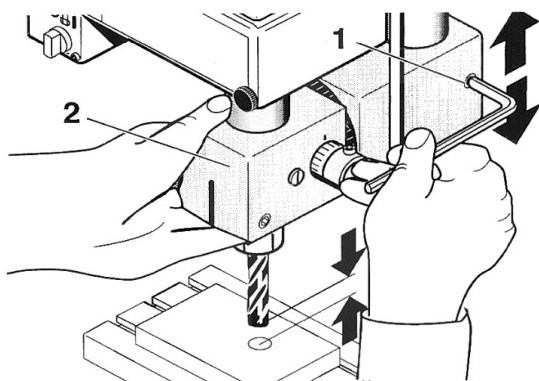

Fig. 11
1. Ausleger 2 (Fig. 11) mit der Hand unterstützen, damit er nicht nach unten rutscht, und dabei die Klemmschraube (1) lösen.
3. Klemmschraube (1) wieder fest anziehen.
1. Support the drill head 2 (Fig. 11) with your hand to prevent it from sliding down and loosen the clamping screw (1).
3. Retighten the clamping screw (1).
1. Tenir la tête 2 (fig. 11) avec la main pour empêcher qu'elle ne chute et desserrer la vis de blocage (1).
3. Resserrer la vis de blocage (1).
1. Tenere il braccio 2 (fig. 11) con la mano affinché non scivoli verso il basso e allentare la vite di arresto (1).
3. Serrare nuovamente la vite di arresto (1).